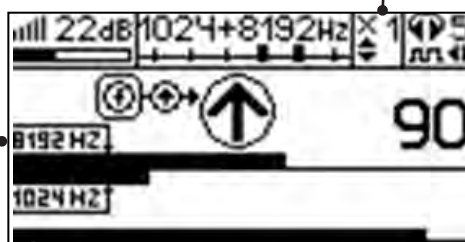

Рис. 8.4
По направлению «стрелки» можно отличить «свой» сигнал от «чужого», поскольку направление тока в «своей» коммуникации противоположно «перенаведенным» токам, протекающим по «чужим» коммуникациям. Направление сигнала - вперед (↗) является условным понятием и «назначается» оператором для данного положения датчика относительно данной трассы, которое фиксируется оператором по метке в виде красного винта (рис.8.4), расположенной на одной из сторон датчика ЭМД-247.
4. «Назначение» производится нажатием кнопки **f** при расположении датчика точно над «выделенной» коммуникацией, считающейся «своей». После этого указатель направления сигнала приобретает вид - (↗). При переходе на «чужую» коммуникацию с другим «направлением сигнала» (или при изменении положения датчика на «обратное») прозвучит уведомление и стрелка покажет «направление сигнала - назад» (↖) (рис.8.4)
Методика: Производя трассировку с применением ЭМД на низкой активной частоте (512Гц / 1024Гц) (**см. раздел активный трассопоиск**), наблюдать за уровнем сигнала. Локальное повышение и резкое уменьшение уровня указывают на вероятность наличия дефекта изоляции. (**рис. 8.4**) При этом величина сигнала может меняться по различным причинам: положение датчика, глубина залегания кабеля, наличие мешающих конструкций, поэтому таким методом можно обнаружить лишь «низкоомные» дефекты сопротивлением менее 1кОм.